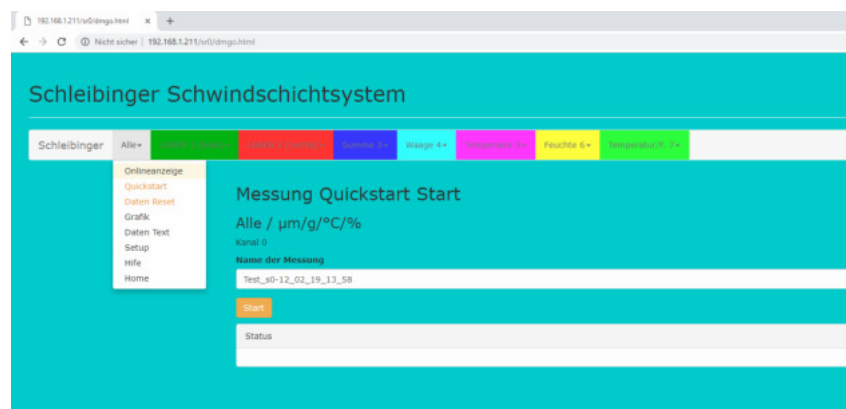

Abbildung 19: Starten der Messung mit Quickstart
- Wählen Sie im Hauptmenü **Alle** → **Quickstart** und klicken Sie auf **Start** (Abb. 19).